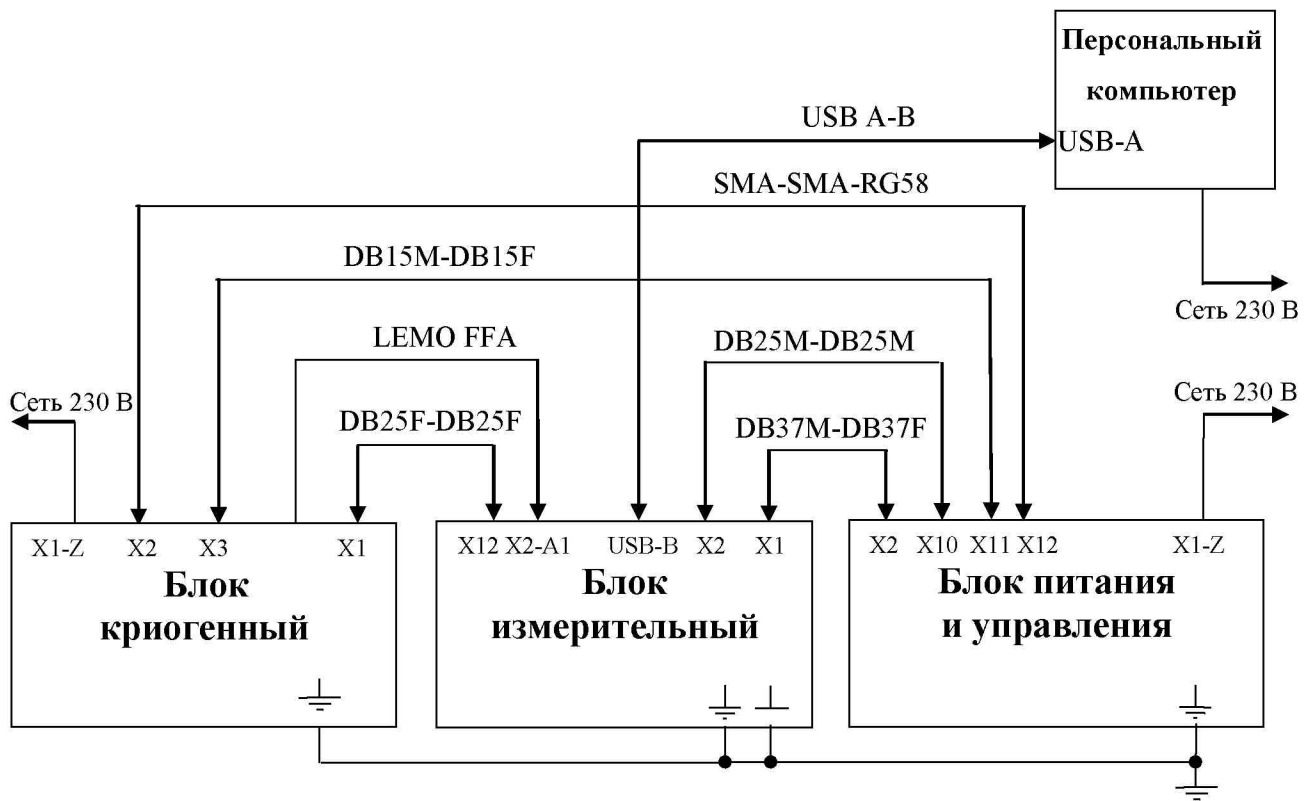

Рисунок 14 - Схема соединений составных частей меры Н4-21
4.3.2 Соедините составные части между собой кабелями, входящими в комплект поставки меры Н4-21 (рисунок 14), разъёмы для соединения с кабелями расположены на задней панели блока измерительного, блока криогенного и блока питания и управления.